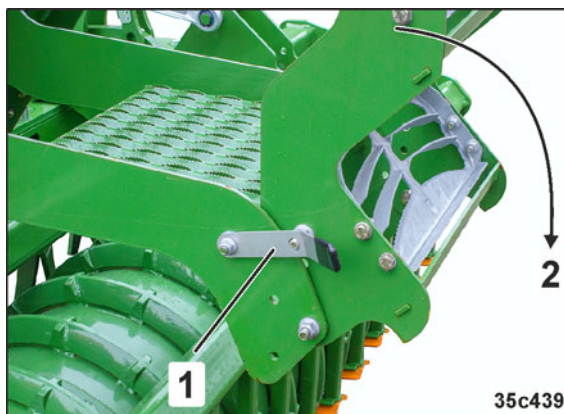

Рис. 139
2. Разблокируйте лестницу (Рис. 139/1) и опустите ее вниз (Рис. 139/2). Беритесь за ступени лестницы.